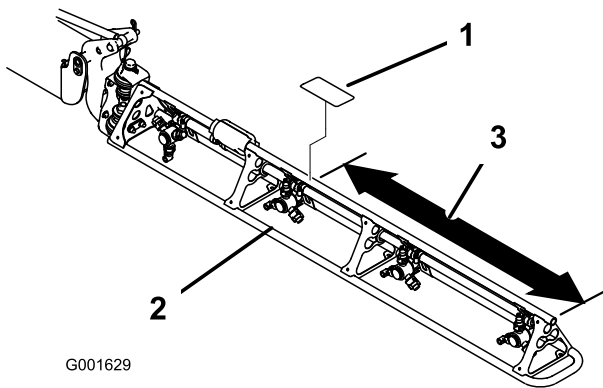

Bild 6
1. Messen Sie vom Ende der Ausleger, wie in Bild 6 oder dargestellt.
3. Nehmen Sie das Haftpapier des neuen Aufklebers ab und kleben ihn auf den Ausleger (Bild 6).